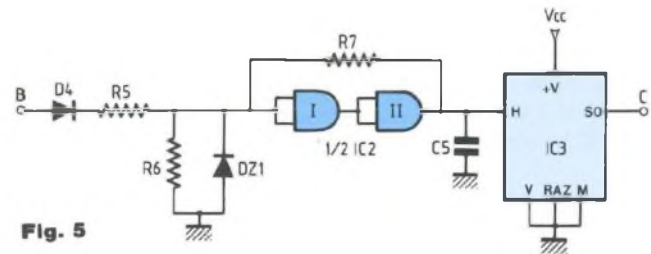

Fig. 5
a) Mise en forme et division (fig. 5)